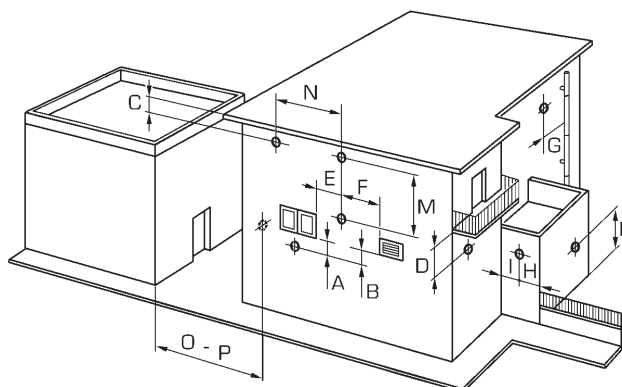

Fig. 10
2.8 POSICIÓN DE LOS TERMINALES DE EVACUACIÓN (fig. 10)
Los terminales de evacuación para aparatos de tiro forzado pueden estar posicionados en las paredes externas del edificio. Las distancias mínimas que deben ser respetadas, presentadas en la **Tabla 3**, representan indicaciones no vinculantes, con referencia a un edificio como el de la fig. 10.